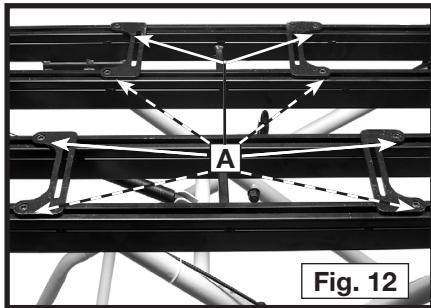

Fig. 12
1. Afloje (pero no quite) las tuercas hexagonales ubicadas en cada una de las bases de los conectores móviles (A), Fig. 12.
4. Apriete firmemente las tuercas de mariposa (A), Fig. 13, y las tuercas hexagonales en los conectores (A), Fig. 12.